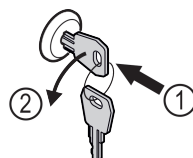

Fig. 171
- ▶ Вставьте ключ. *Fig. 171 (1)*
- ▶ Поверните ключ на 90° против часовой стрелки. *Fig. 171 (2)*